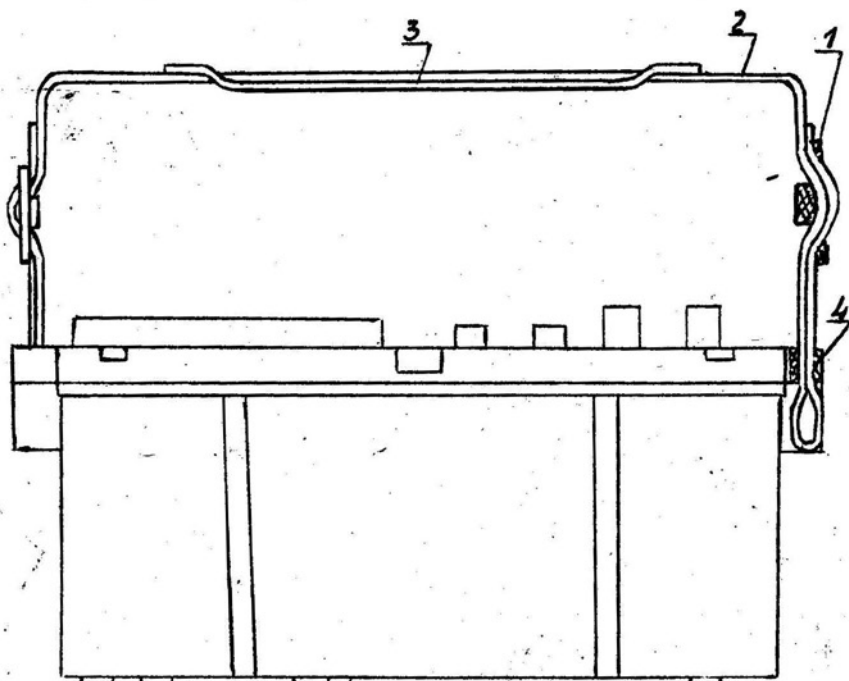

Рис. 1
6.1. При необходимости присоединить к прибору ремень согласно рис. 1 в следующей последовательности:
д) накладку поз. 3 надеть на ремень поз. 2 через две прорезки согласно рис. 1 и установить посредине ремня;